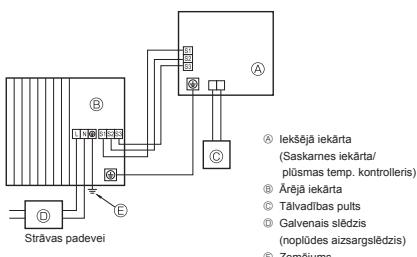
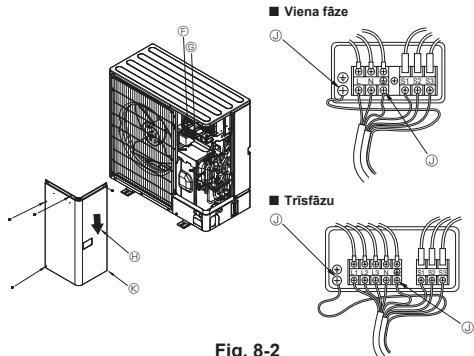

Fig. 8-1
Fig. 8-2
8.1. Ārējā iekārta (Fig. 8-1, Fig. 8-2)
① Nogremiet apkopes paneli.
② Pievienojet un izvietojiet kabeļus saskaņā ar Fig. 8-1 un Fig. 8-2.